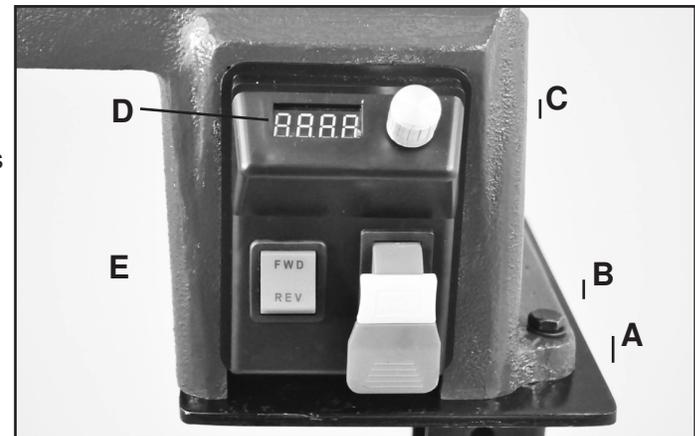

FIG. 6
1. **INTERRUPTEUR MARCHÉ/ARRÊT :** (Fig. 6, A) L'interrupteur Marche/Arrêt est situé sur la patte droite du tour pour un accès rapide, facile et sûr. Soulevez la palette pour démarrer le tour. Poussez la palette vers le bas pour l'arrêter. Une clé de sécurité (B) est incluse avec la machine. Elle peut être retirée pour désactiver l'interrupteur, empêchant ainsi tout démarrage accidentel ou par des enfants.